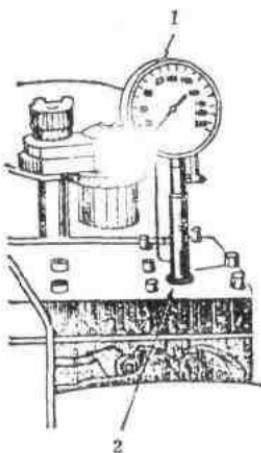

图1 气缸压缩压力的测定
①确认油底壳内的机油量和粘度适当后，启动发动机，进行怠速运行，并使水温计达到正常运行温度 $75\sim80^{\circ}\text{C}$ 。然后，使发动机中速运行，并使机油表指示 $196\sim294\text{kPa}$ ($2\sim3\text{ kgf/cm}^2$)，再停下发动机。
②使化油器的节气门和阻风门全开。
③将各气缸火花塞全部拆下。
④在第1缸火花塞孔处插入压力表接头。对于备有橡胶接头的压力表，应用力将橡胶接头插入孔内（参见图1、2）。
⑤用起动机带动曲轴旋转，转速达 200r/min 左右。